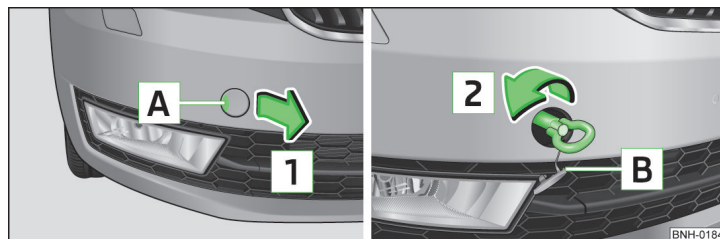

Fig. 136 Demontarea capacului / Montarea cârligului de tractare
- Apăsați pe capacul de protecție în zona **A** » fig. 136.
- Înșurubați manual cârligul de tractare, în sensul săgeții **2** » fig. 136, până la limită » **!**.